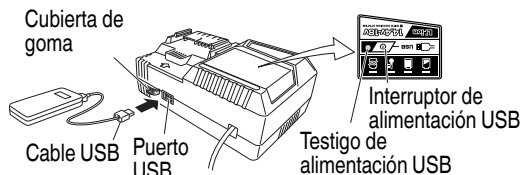

Fig. 9
- Encienda el enchufe de alimentación USB (Fig. 9)
- Conecte el cable USB. (Fig. 9)
- Apague el interruptor de alimentación USB y desenchufe el cable de alimentación de la toma de alimentación eléctrica. (Fig. 9)